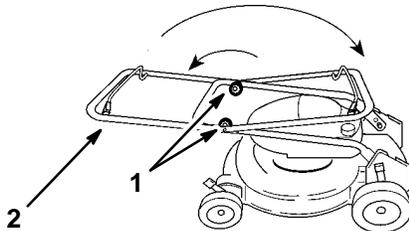

Abbildung 1
1. Die Griffstangenknöpfe lösen und die obere Stangenhälfte in einem Bogen hochziehen, bis die Stangenhälften in einer Linie ineinander liegen (Abb. 1).
3. Die Griffstange zur Mäherhinterseite drehen, bis sie in den Haltebügeln einschnappt (Abb. 1).